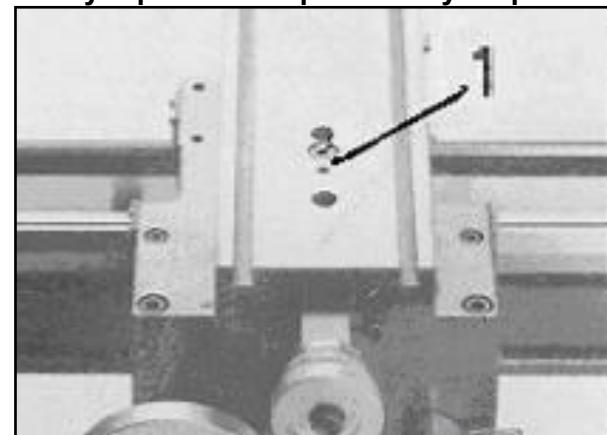

Рис.29
Снимите верхний суппорт и отрегулируйте резьбовой штифт (1, Рис. 29) таким образом, чтобы винт был снова без зазора соединен с гайкой.
Открутите две гайки (1, Рис.29) справа на фартике суппорта и отрегулируйте установочные винты (2) таким образом, чтобы половинки гайки ходового винта без зазора были расположены в своих направляющих.